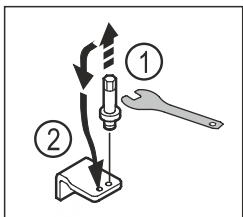

Fig. 22
- Kierrä alemman laakerijalustan pultit ulos SW5-ulkokuusioavaimella. Fig. 22 (1)
- Aseta pultit vastapäiselle puolelle. Fig. 22 (2)